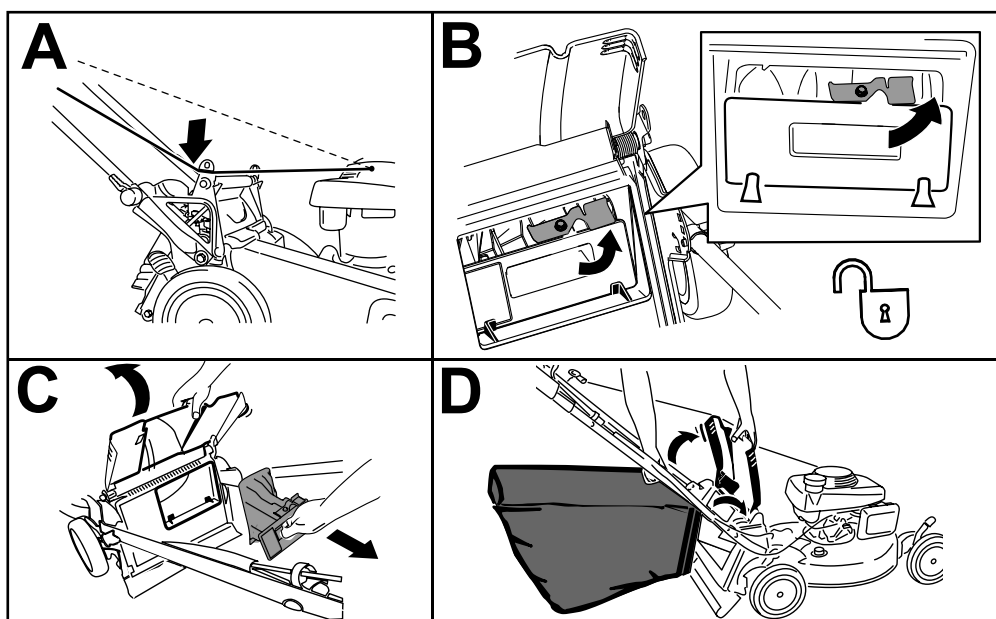

Figura 22
1. Pase la cuerda del arrancador alrededor de la guía de cuerda inferior (Figura 22, A).
2. Levante y sujete el deflector trasero y extraiga el tapón trasero (Figura 22, B).
3. Extraiga el tapón trasero (Figura 22, C).
4. Cuelgue el borde superior delantero de la bolsa de los pasadores situados en las muescas de los soportes del manillar (Figura 22, D).